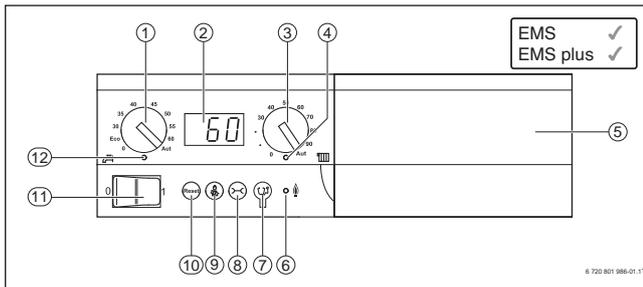

Bild 20 Anzeigen und Bedienelemente des Basiscontrollers Logamatic BC10 (z. B. Logamax plus GB162)
Der Basiscontroller Logamatic BC10 (→ Bild 20) ist die Grundbedieneinheit des Logamax plus GB162.
Der Logamatic BC10 enthält alle erforderlichen Elemente zur Bedienung der Heizungsanlage. Außerdem befindet sich am Logamatic BC10 ein Steckplatz für die Bedieneinheit RC310 (→ Bild 20, [5]), mit der weitere Funktionen einer komfortablen Regelung zur Verfügung stehen. Der BC10 verfügt über eine BUS-Schnittstelle EMS, über die er mit dem Regelsystem Logamatic EMS plus kommuniziert.
- Warmwasser-Temperatureinstellung (→ Bild 20, [1], Seite 45)
- Statusanzeige und Störungsdiagnose in einem LC-Display (→ Bild 20, [2], Seite 45)
Der Notbetrieb wird aktiviert (nur für den Heizbetrieb), indem die Taste „Schornsteinfeger“ länger als 8 Sekunden gedrückt wird (→ Bild 20, [9], Seite 45). Der aktivierte Notbetrieb wird durch Blinken des letzten Dezimalpunkts angezeigt. Die eingestellte Kesseltemperatur wird permanent gefahren.
- Kesselwasser-Temperaturbegrenzung (→ Bild 20, [3], Seite 45)
- LED-Anzeige „Wärmeanforderung Warmwasser und Heizung“ (→ Bild 20, [4], Seite 45)
- LED-Anzeige „Brennerbetrieb“ (→ Bild 20, [6], Seite 45)
- Anschlussbuchse für Diagnosestecker zur Anbindung eines Laptops (→ Bild 20, [7], Seite 45)
- Taste „Statusanzeige“ zum Umschalten des Displays auf unterschiedliche Funktionen (→ Bild 20, [8], Seite 45)
- Taste „Schornsteinfeger“ für Abgastest und Handbetrieb (→ Bild 20, [9], Seite 45)
- Taste „Reset“ zur Entstörung des Brenners bei verriegelnden Störungen (→ Bild 20, [10], Seite 45)
- Ein- und Ausschalten des Kessels und aller im Kessel eingebauten Module über einen Hauptschalter (→ Bild 20, [11], Seite 45)
- LED-Anzeige „Warmwasserbereitung“ (→ Bild 20, [12], Seite 45)